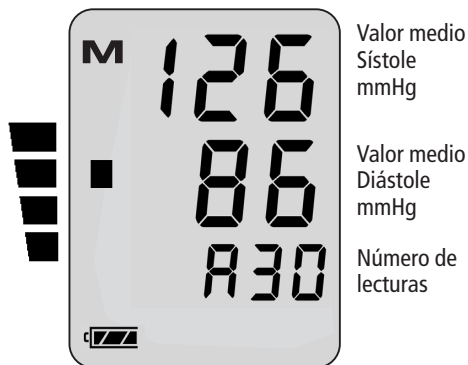
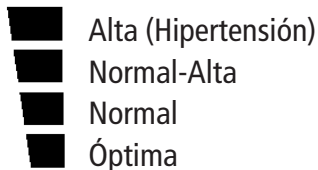

Figura 8
Figura 9
- ➔ Recuerde el valor promedio individual después de 30 mediciones y anote este en su columna previamente designada en la tarjeta de registros. Aparece el valor medio de todos los valores almacenados (sístole y diástole). En la pantalla del pulso parpadea el número de mediciones guardadas (véase figura 8).
En el borde izquierdo de la pantalla aparece un cuadrado oscuro (véase figura 8) a la altura correspondiente al valor medio de la tensión arterial. Si utiliza la escala de clasificación adjunta (véase figura 9), podrá determinar el área en la que se encuentra su tensión arterial según los criterios de la OMS (véase página 145).